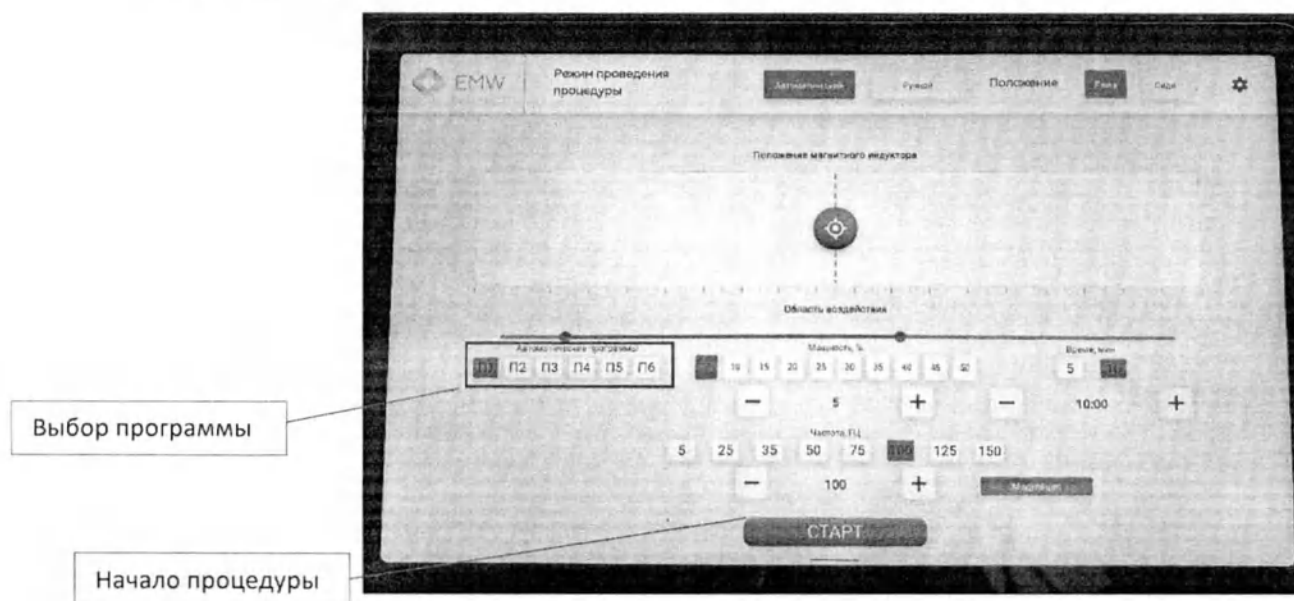

Рисунок 11. Выбор программы
9.2.17 В случае, если лечащий врач назначает пациенту определенную программу, оператор на планшете выбирает определенную программу в Автоматическом режиме или режиме Сидя посредством нажатия кнопок П1, П2, П3, П4, П5, П6 (рисунок 11), затем нажимает кнопку «Старт».